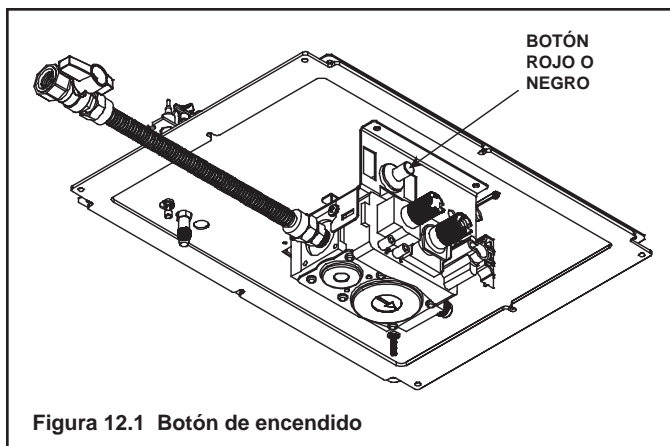

Figura 12.1 Botón de encendido
- Si la chimenea cuenta con un botón de encendido rojo o negro (como se muestra en la Figura 12.1) ésta tiene un sistema de encendido con piloto fijo.